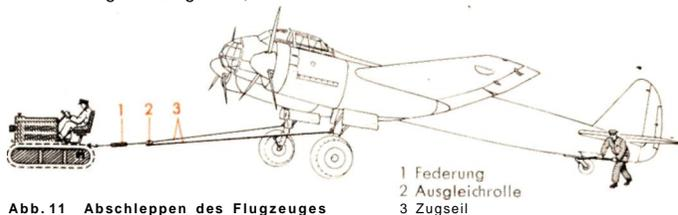

Abb. 11 Abschleppen des Flugzeuges
Das Zugseil wird an den Abschleppösen der Federbeine oberhalb des Achsknotenstückes angebracht. Das Hanfseil über eine Ausgleichrolle (2) (Abb. 11) zu führen (bei Verwendung eines Stahlseiles ist eine Federung (1) dazwischenzuschalten). Dann kann nach vorne abgeschleppt werden. Die Lenkung erfolgt durch eine seitlich in die Spornradgabel eingeführte Deichsel. Zum Abschleppen am Spornrad ist dieses nach dem Entriegeln um 180° aus der Normallage zu drehen und das Zugseil an den Abschleppösen der Radgabel oder des Notspornes zu befestigen. Das Lenken erfolgt durch die Zugrichtung des Treckers, da die Spornrolle drehbar ist.